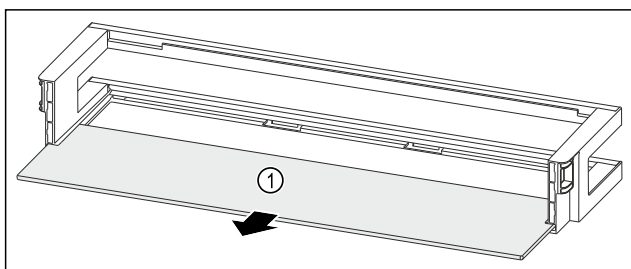

Fig. 64 Riiuliga ukseriulid
- Võtke riiul Fig. 64 (1) välja.